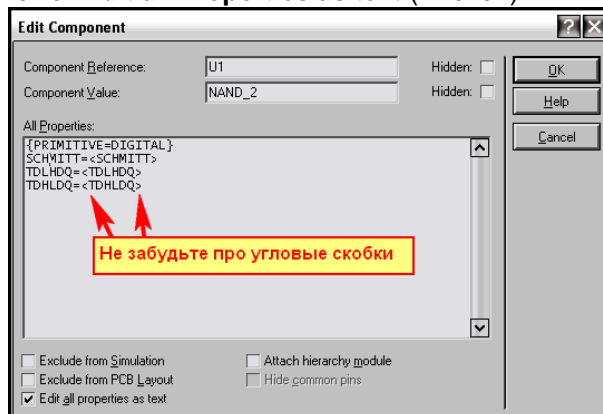

Рис. 31.
В разделе **\*PARTLIST** сиротливо притулился один элемент **NAND\_2** – все, как и у нас на дочернем листе **176LA7**. Вот только в этой строке прописаны еще и параметры не с конкретными значениями, а находящимися в угловых скобках, т.е. переменными. И подставляются они туда симулятором как раз из **MAPPINGS**. Вот он – момент истины! Но «не все так просто в доме...» Лабцентра. Помните чудесное превращение скрипта **\*DEFINE** на дочернем листе в **\*PROPERTIES** файла MDF при компиляции идеального ОУ. Тут нас ожидает такой же сюрприз. Скрипт на дочернем листе для таблицы соответствий должен начинаться с оператора **MAP ON**. Поскольку это оператор, как и **DEFINE**, перед ним должна стоять звездочка. Заходим на дочерний лист нашей модели **176LA7** и в свойствах **NAND\_2** прописываем аналогично тому, что мы видели в MDF для **4011** задержки и свойство **SCHMITT**. Проще всего это сделать все же руками в окне **Advanced Properties**, поставив (да можно и не ставить) флажок **Edit all Properties as text** (Рис. 31).
**Совет:** Обратите внимание на фигурные скобки в верхней строчке на Рис. 31 – свойство *Hidden* (скрытое), т.е. не показывается под элементом на месте серого **<TEXT>** в проекте. *SCHMITT* и задержки не имеют фигурных скобок по краям, значит будут видимыми. Когда свойств и компонентов на листе много, это начинает мешать. Заключите их в фигурные скобки, и они скроются с глаз долой. Надо, чтоб опять стали видимыми – скобки убираем.